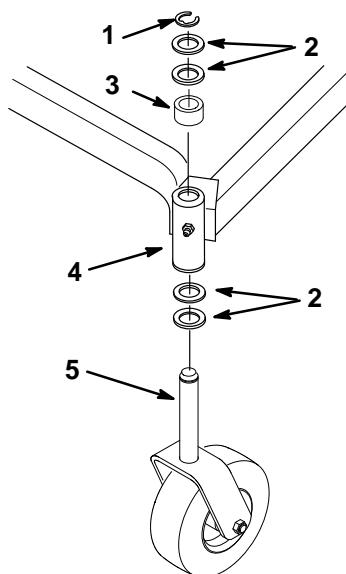

Figure 29
2. Retirer le circlips et la ou les rondelles d'appui et l'entretoise du dessus de la fourchette (Fig. 29).
6. Contrôler l'usure de la fourchette, et remplacer la fourchette si nécessaire (Fig. 29).
7. Insérer la fourchette de roue pivotante à travers les coussinets dans le fourreau. Replacer la ou les rondelles d'appui du haut de la fourchette, et fixer l'ensemble à l'aide du circlips (Fig 29).